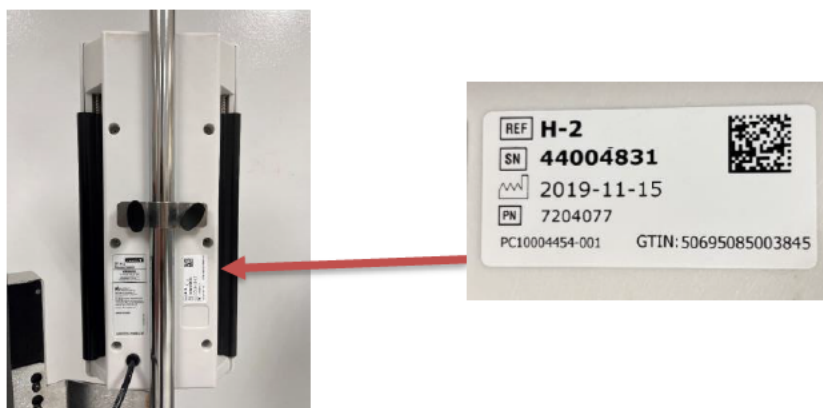

Abbildung 1: Position der Seriennummer auf der H-2 Druckkammer
- a. Identifizieren Sie die Seriennummer (SN) der Level 1 H-2 Druckkammer. Siehe Abbildung 1 unten für die Position der SN des Geräts.